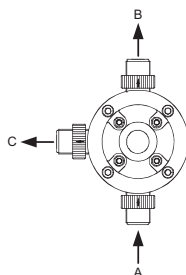

Рис. 24 Соединения встроенного предохранительного клапана
1. Подсоедините всасывающую линию к всасывающему клапану (А) (см. рис. 24).